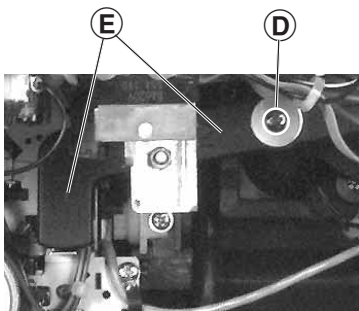

Fig. 2
2. Cass.-Laufwerk ausbauen, (Fig. 2/2a)
- Schraube **D** (Fig. 2) herausdrehen und Aufnahmeschalthebel **E** herausnehmen.
2. Dismantling the Cassette Drive Mechanism, (Fig. 2/2a)
- Undo the screw **D** (Fig. 2) and remove the record switching lever **E**.
6. Chassis ausbauen, (Fig. 2 und 6)
- Schraube **D** herausdrehen und Aufnahmeschalthebel **E** herausnehmen (Fig. 2).
6. Removing the Chassis, (Fig. 2 and 6)
- Undo the screw **D** and remove the record switching lever **E** (Fig. 2).